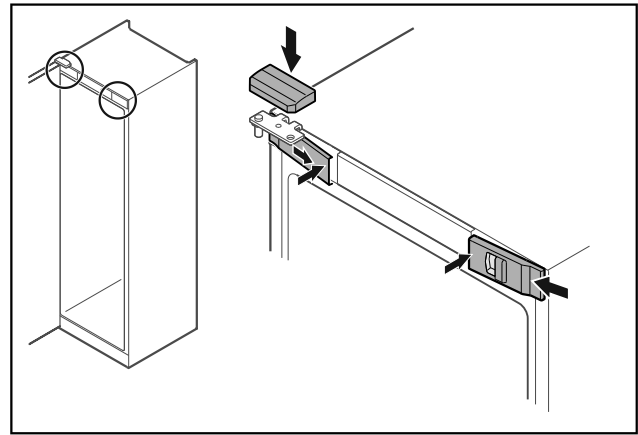

Fig. 47
- ▶ Přední kryty Fig. 47 (1) bočně zahákněte a zaklapněte dovnitř.
- ▶ Horní kryt Fig. 47 (2) shora zaklapněte.